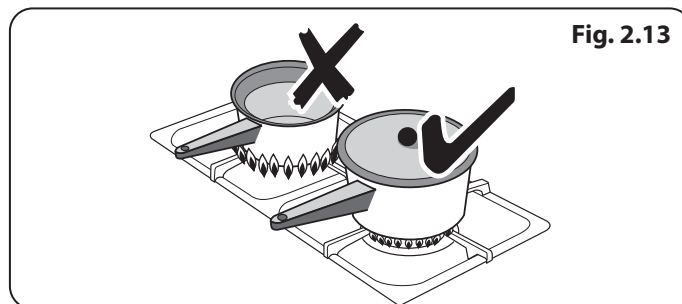

Fig. 2.13
3. Veillez à ce que les flammes ne dépassent pas des récipients de cuisson (**Fig. 2.13**). Utilisez un couvercle sur les récipients de cuisson pour porter à ébullition plus rapidement.